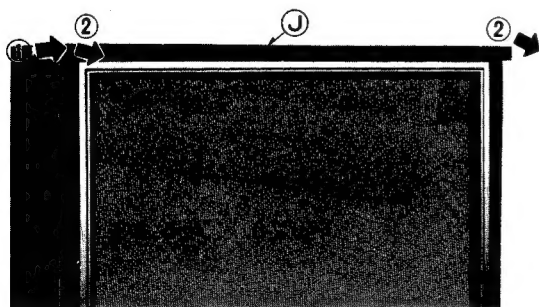

Fig. 4-1 Abb. 4-1
1. Slide the frame top (J) in direction of the arrow (1) in fig. 4-1.
2. Remove the frame top (J) in direction of the arrow (2) in fig. 4-1.
1. Das Rahmenoberteil (J) in Pfeilrichtung (1) schieben, wie in Abb. 4-1 gezeigt.
2. Das Rahmenoberteil in Pfeilrichtung (J) entfernen, wie in Abb. 4-1 gezeigt.